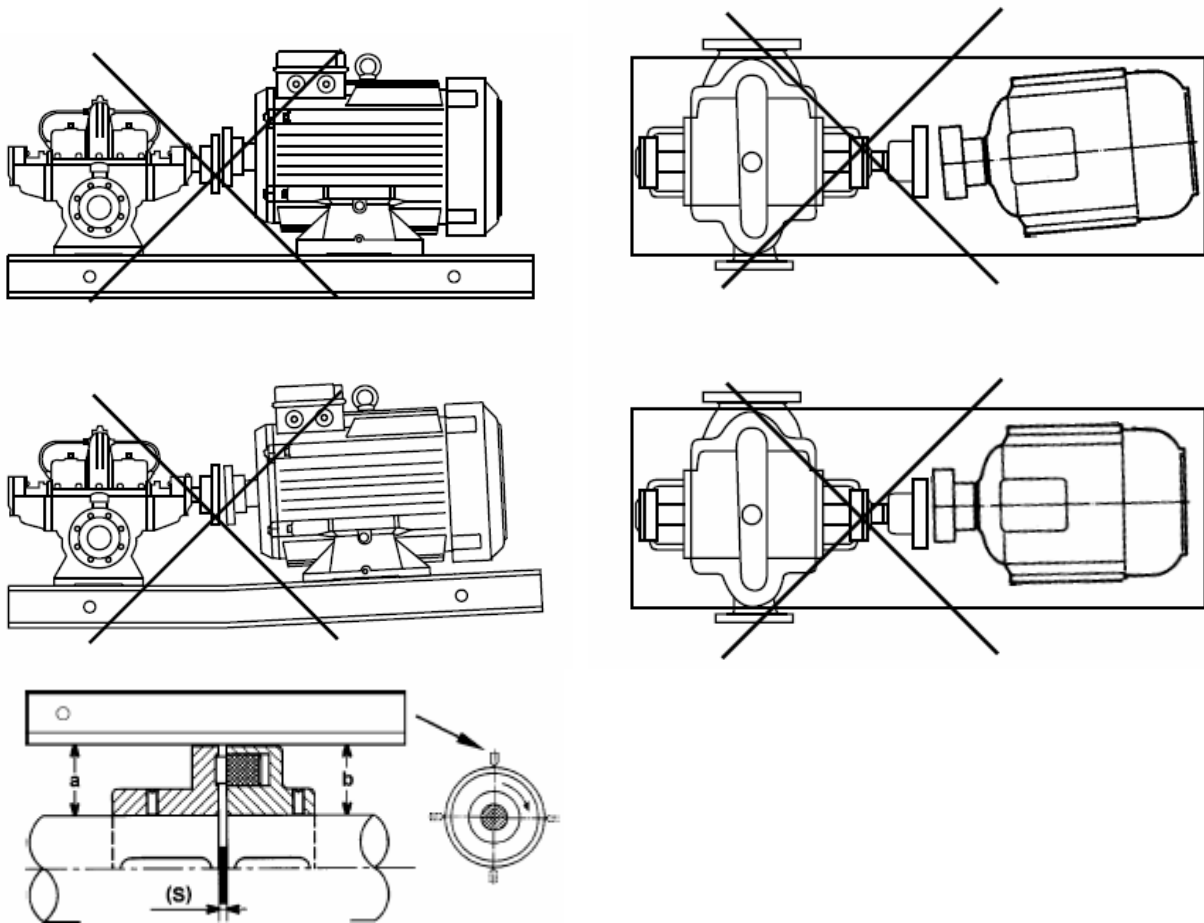

Рис.5
Упругая муфта не предназначена для корректировки неправильно отцентрированных валов насоса и мотора. Центрирование необходимо для того, чтобы вал насоса и двигателя находился на одной оси (рис. 5).
- Центровка агрегата проведена правильно, если линейка положенная на обе части муфты во всех её положениях находится на одном и том же расстоянии от вала. Зазор между двумя частями муфты должен быть одинаковым, согласно тех. описанию на муфту. Проверку зазора осуществлять щупом, калибром, шаблоном рис.5